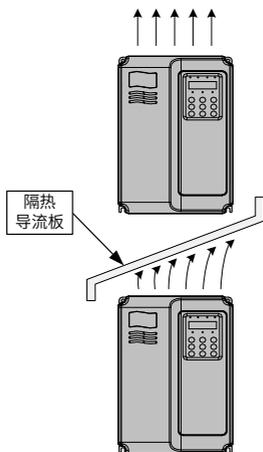

图 3-2 隔热导流板安装示意图上下安装图
- 2) 请向上垂直安装主轴伺服驱动器，便于热量向上散发。若柜内有多台主轴伺服驱动器时，请并排安装。在需上下安装场合，请参考图 3-2，安装隔热导流板。